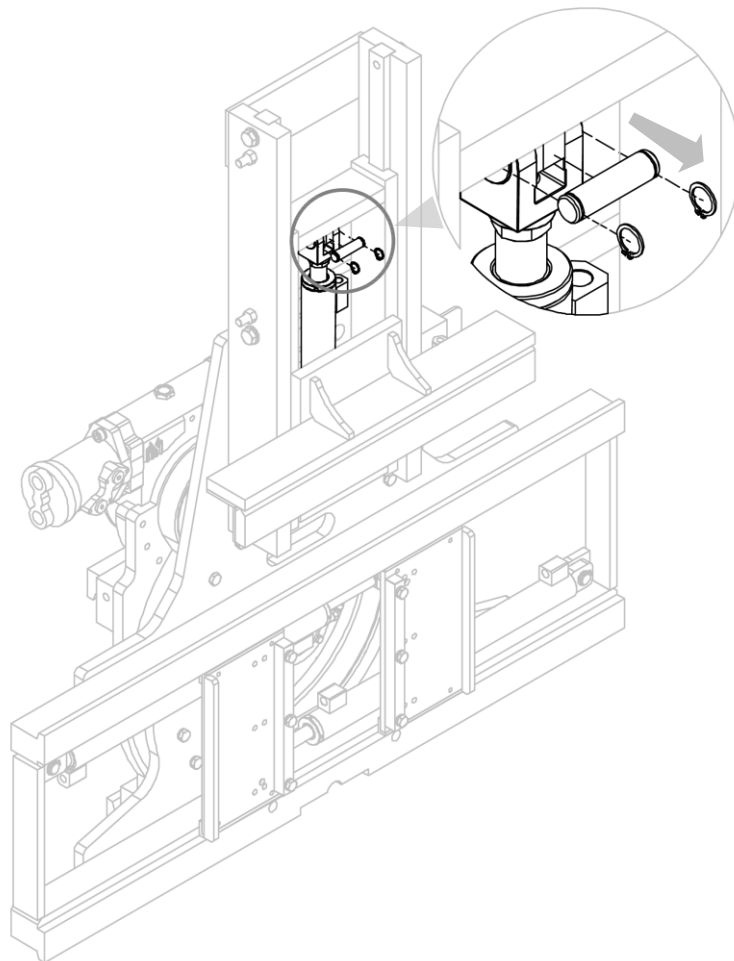

Figure 28
2. Retirer le goujon (avec ses anneaux de retenue associés) qui lie la structure mobile au vérin (voir *Figure 28*).